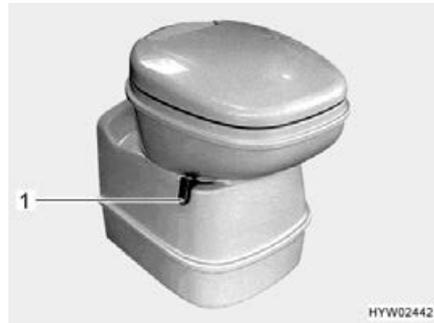
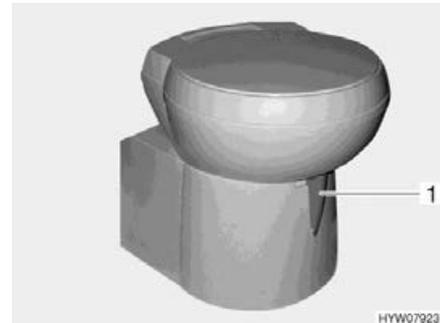

Bild 269 Thetford-Toilettenschüssel, schwenkbar
Bild 270 Thetford-Toilettenschüssel, schwenkbar (Alternative)
- Vor dem Spülen den Schieber der Thetford-Toilette öffnen. Dazu den Schieberhebel (Bild 269,1 bzw. Bild 270,1) entgegen dem Uhrzeigersinn schieben.